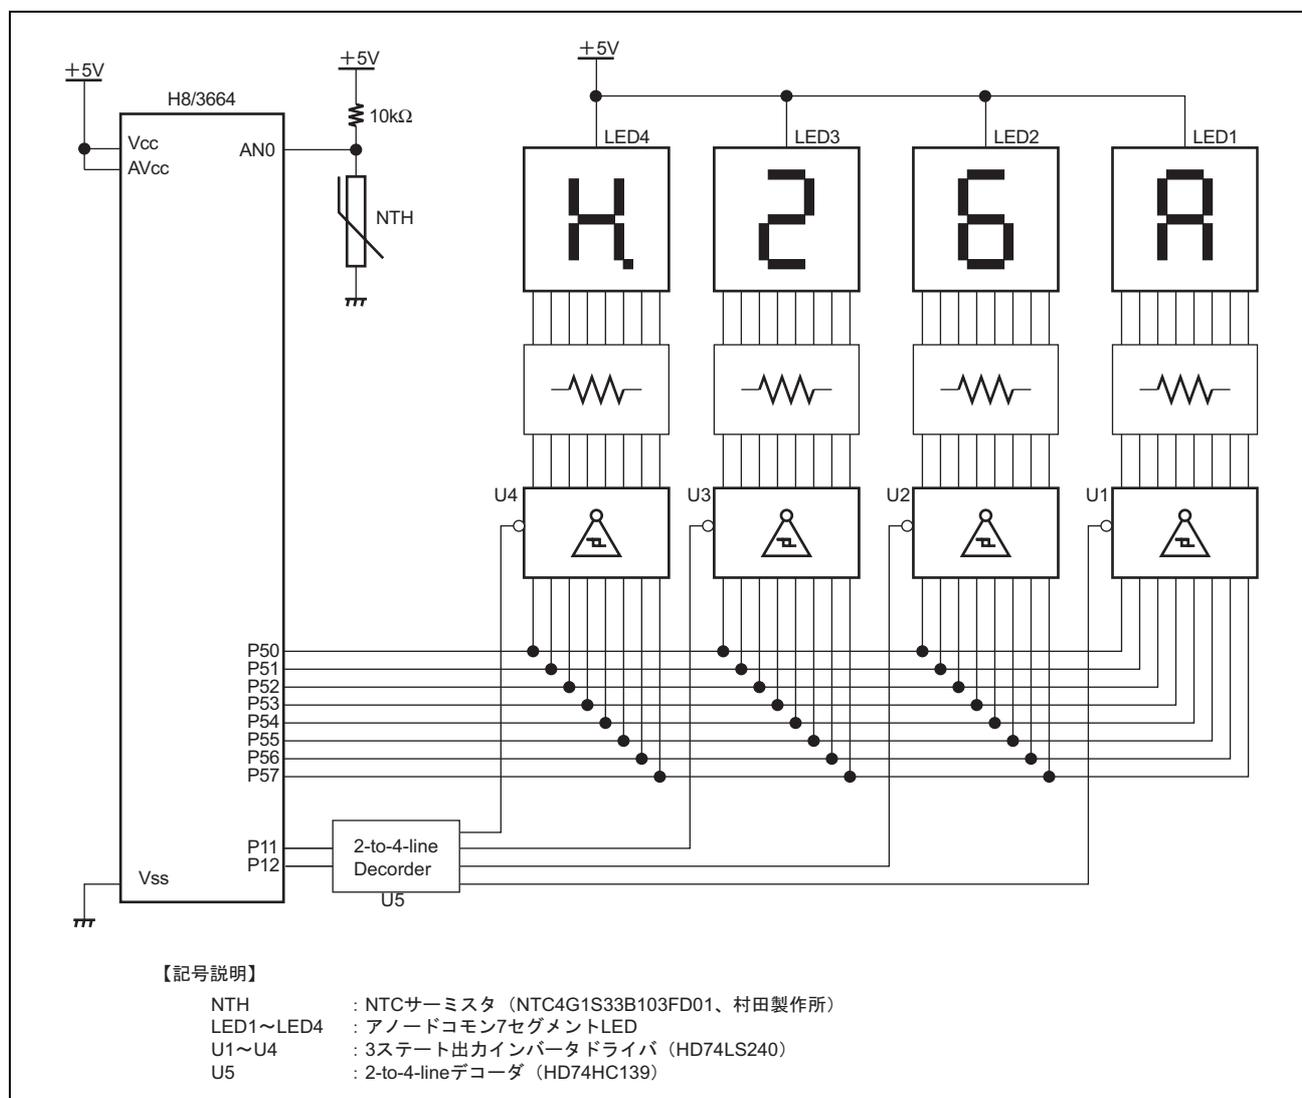

図 1.1 ハードウェア構成
- 図 1 にサーミスタ接続例のハードウェア構成を示します。図 1.1 に示すように、抵抗および NTC サーミスタをアナログ入力端子 0 (AN0 端子) に接続します。